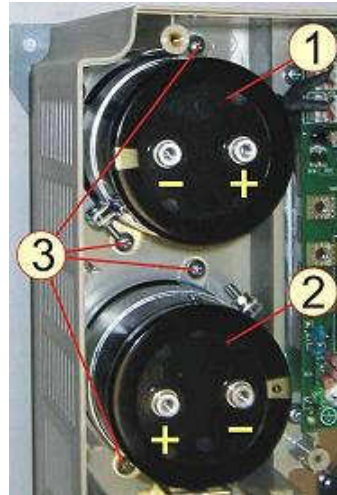

Рис.7.13
7.9.3. Установить конденсаторы 1 и 2, вкрутив четыре самонарезающих винта 3 (рис.7.13).